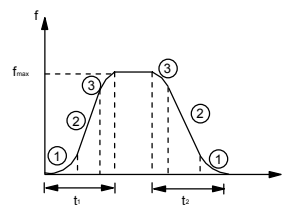

图6-10 S曲线加减速
输出频率按照S形曲线递增或递减,如图6-10所示。
S曲线起始段时间如图6-10中①所示，这里输出频率的斜率从0逐渐递增。
S曲线上升段时间如图6-10中②所示，这里输出频率的斜率恒定。